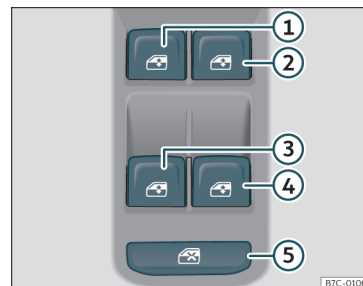

Fig. 91 Detalle de la puerta del conductor: mandos para las ventanillas.
Mediante el mando de seguridad >>> **fig. 91** ⑤ de la puerta del conductor puede desactivar las teclas de las elevadoras de las puertas traseras.